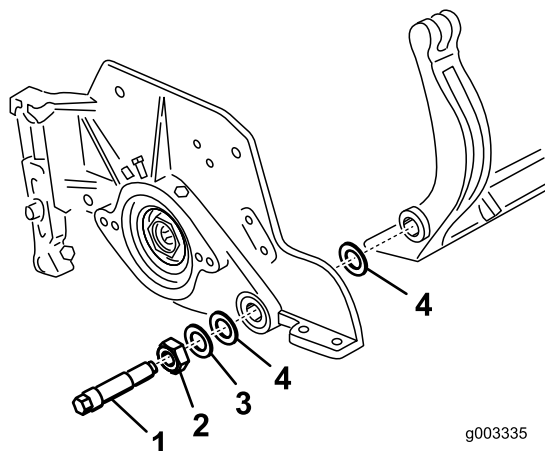
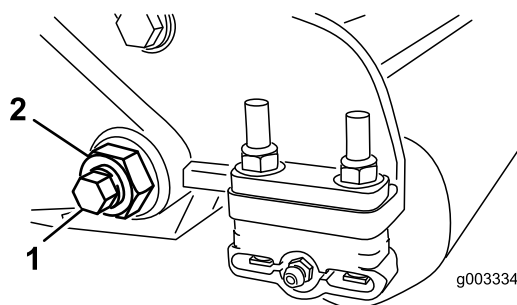

図 31
図 30
- ベッドバーボルト図 30を固定しているロックナット機体両側をゆるめる。
- 各ベッドバーボルトを抜いて、ベッドバーを下に引き抜いて外す図 30。ベッドバーの両端にナイロンワッシャとスチールワッシャが枚ずつあるので注意する図 31。
- ベッドバー・ボルトとボルトについているナットとワッシャ6枚で、ベッドバーを各サイドプレートに固定する。ナイロンワッシャはサイドプレートの両側のボスに嵌め込む。その外側からスチール製ワッシャを取り付ける図 31。ベッドバーボルトを 240-8,128.00 mm·lb 27-36 N·m = 4.6-1.7 kg·m にトルク締めする。
- 外側のスチール製ワッシャが手で回せなくなるまで、左右のロックナットを均等に締め付ける。その位置から、スチール製ワッシャが手で回せるようになるが、ベッドバーとのあそびは全く無い状態までロックナットをゆるめる図 31。
シャが回らなくなるまでただし決して締めすぎになったりサイドプレートが変形したりしていないロックナットを締め付ける。内側のワッシャには遊びがあってよい図 31。